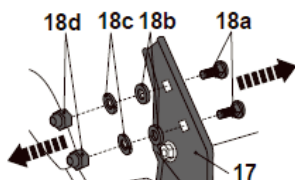

Fig. 1
1. Déposer les kits de montage (18) des supports de poignée (17) et les garder à portée de main (Fig. 1).